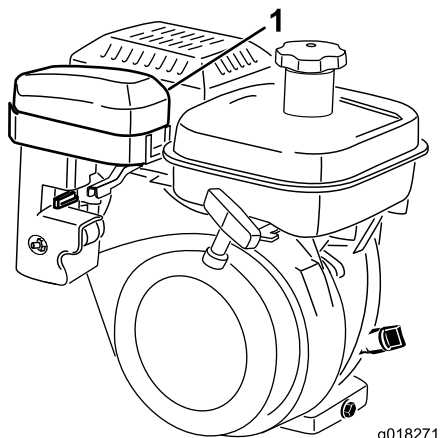
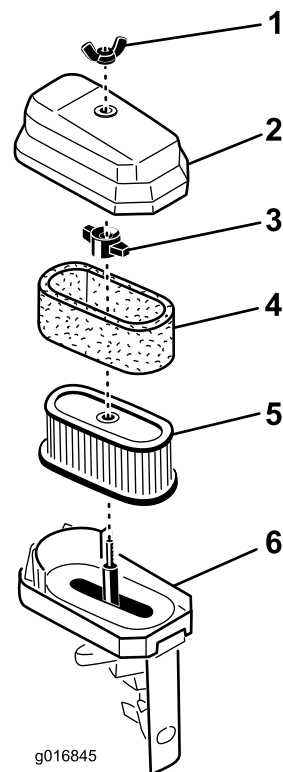

図 36
図 37
2. エアクリーナカバーをエアクリーナ本体に固定している蝶ナットを取り、カバーを外す。カバーを丁寧に清掃する図 36と図 37。
3. スポンジを点検し、汚れていればペーパーエレメントから外す図 37。スポンジをきれいに洗う。